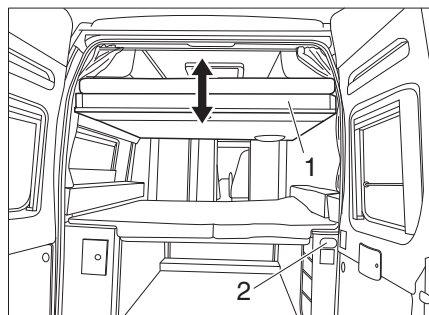
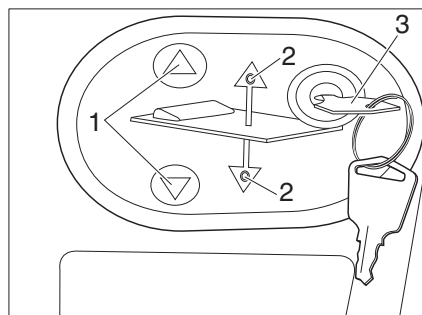

Fig. 54 Letto basculante elettrico
Fig. 55 Pannello di comando del letto basculante elettrico
- Inserire la chiave (Fig. 55, 3) nel pannello di comando (Fig. 54, 2).
- Premere e tenere premuto il tasto o (Fig. 55, 1). Il rispettivo LED (Fig. 55, 2) si accende ed il letto basculante (Fig. 54, 1) si abbassa o si solleva.
- Al raggiungimento della posizione desiderata rilasciare il tasto o (Fig. 55, 1). Il rispettivo LED (Fig. 55, 2) si spegne.
- Estrarre la chiave (Fig. 55, 3).